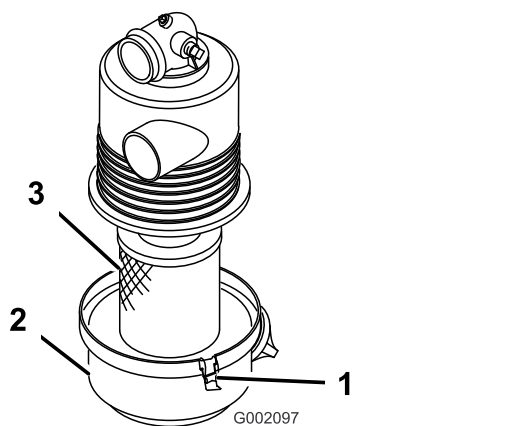

Рисунок 17
вызвать утечку воздуха. Убедитесь, что крышка герметично установлена на корпусе воздухоочистителя (Рисунок 17).
2. Отпустите фиксаторы, крепящие крышку воздушного фильтра на его корпусе (Рисунок 17).
3. Отделите крышку от корпуса и очистите внутреннюю поверхность крышки воздушного фильтра (Рисунок 17).
3. Вставьте элемент в корпус воздушного фильтра (Рисунок 17).
4. Совместите крышку воздухоочистителя с его корпусом (Рисунок 17).
5. Закрепите крышку на корпусе фиксаторами (Рисунок 17).